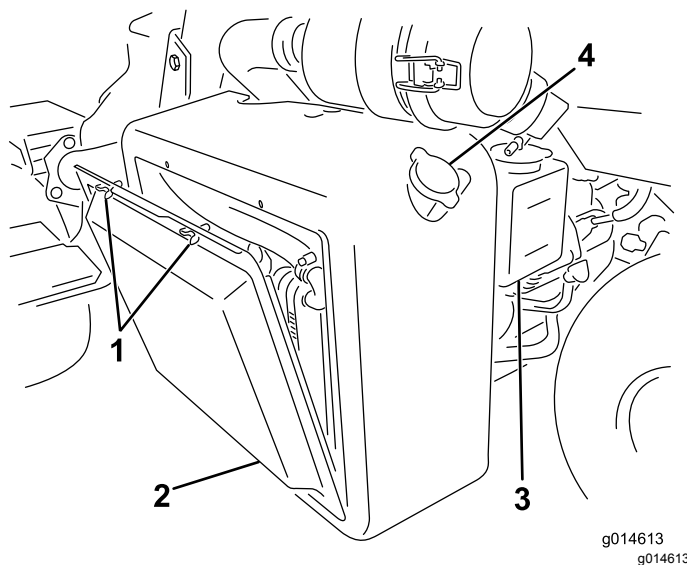

Рисунок 49
1. Снимите решетку радиатора (Рисунок 49).